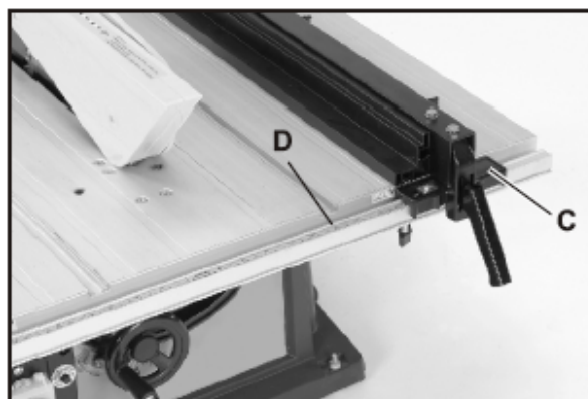

Fig 6.
1. Senken Sie das vordere Schutzende, damit die vordere Schutzhalterung (C), Abb. 6, wie dargestellt, in der Führungsschiene (D) einrastet.